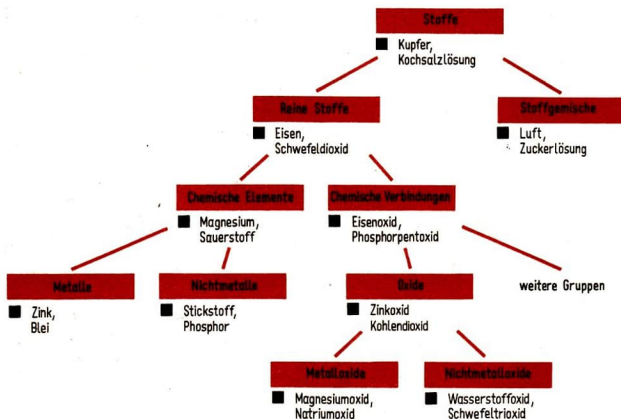

Abb. 34 Übersicht zur Einteilung der Stoffe
- ① Erläutere die Bedeutung von Verbrennungsvorgängen für die Herstellung des elektrischen Stromes, der in Wärmekraftwerken erzeugt wird!
- ② Erläutere an Beispielen, daß Verbrennungen von großer Bedeutung für den Gütertransport und die Personenbeförderung sind!
- ③ Erläutere am Beispiel der Stoffe Natriumoxid, Aluminiumoxid, Magnesiumoxid und Kohlendioxid, daß in Verbindungen mindestens zwei Elemente vereinigt sind!
- ④ Ordne die Elemente Kupfer, Blei, Schwefel, Magnesium, Sauerstoff und Phosphor in Metalle beziehungsweise Nichtmetalle! Zeige, daß die Einteilung auf unterschiedlichen Eigenschaften beruht!
- ⑤ Fertige eine Tabelle mit den Spalten „Element“, „Verbindung“ und „Stoffgemisch“ an! Ordne folgende Stoffe ein: Magnesiumoxid, Kupfer, Sauerstoff, Zuckerlösung, Luft, Stickstoff, Salzlösung, Granit, Phosphor, Wasserstoffoxid, Blei, Kupferoxid!
geordnet (Abb. 34). Alle **reinen Stoffe** sind nach der Zusammensetzung in **chemische Elemente** und **Verbindungen** eingeteilt (↗ S. 36). ③